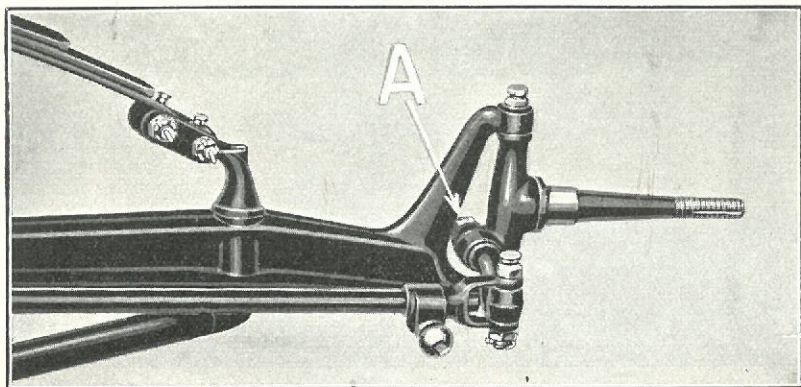
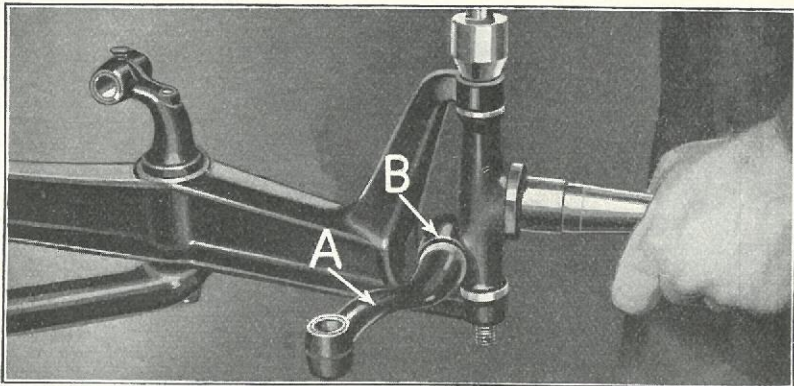

Fig. 370
Fig. 371
686 Undersøg om Spindlerne eller Spindelarmene er skæve eller slidt; hvis Armene er skæve eller stærkt slidt, hvor de hviler i Spindelen, paasættes en ny Arm. For at kunne udtage Armen af Spindelen afskrues Spindelarmsmøtrikken (Fig. 370-A). Hvis Armen ikke kan udtages ved Bankning med en Bly- eller Kobberhammer, presses den ud med en Dornpresse. Spindler og Spindelarme er fremstillede i »højre« og »venstre« Arme (den højre Spindelarm er mærket T-280, den venstre T-281). Armen indsættes saaledes i Spindelen, at dens fri Ende peger indad og opad (Fig. 371-A). Spindlerne indsættes saaledes i Akslen, at den glatte Ende »B« af Hullet for Armen peger bagud.
- 689** Indsmør Spindelbolten inden den indsættes gennem Aksel og Spindel, skru Bolten ned til den underste Akselgren (Fig. 371). Skru derefter Bolten i til den rigtige Pasning er naaet, hvilket kontrolleres ved at dreje Spindelen frem og tilbage med Haanden, en let Modstand skal da føles ved Drejningen af Spindelen. Naar den rigtige Indstilling er naaet, skrues Spindel-møtrikken paa og spændes godt fast mod Akslen, hvorefter den sikres med Split.